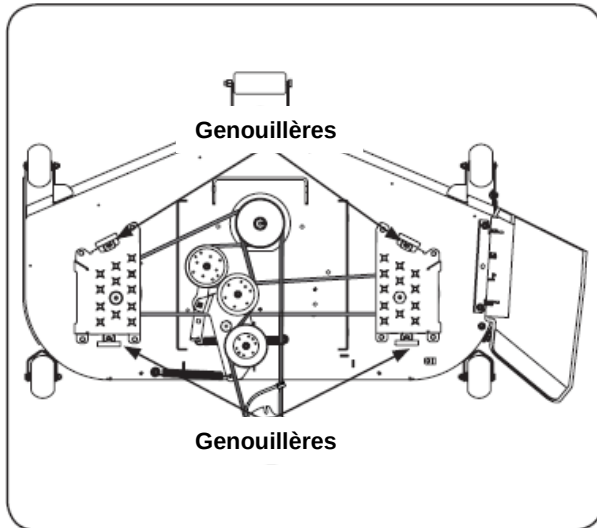

Figure 7-9
2. Tirez les quatre grenouillères vers le haut et loin des couvercles du plateau pour déclencher et retirez les deux couvercles. Consultez la Fig. 7-9.